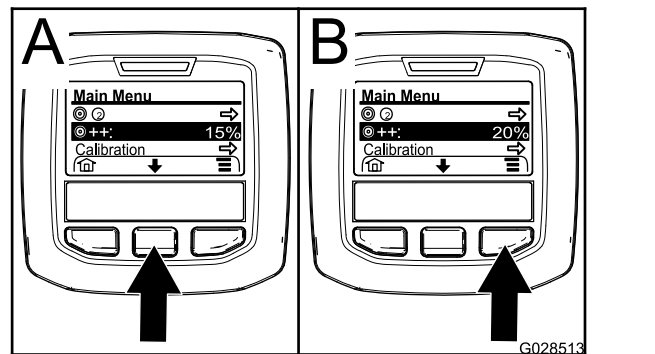

Figura 67
2. Dacă este necesar, apăsai pe butonul central de selectare pentru a evidenția rata de aplicare amplificată (Figura 67).
**Notă:** Pictograma pentru rata de aplicare amplificată prezintă 2 semne (+) amplasate în partea dreaptă a unei inte (Figura 67).
3. Apăsai pe buton de selectare din dreapta (Figura 67) pentru a mări procentul de amplificare în pai de 5% (maximum 20%).